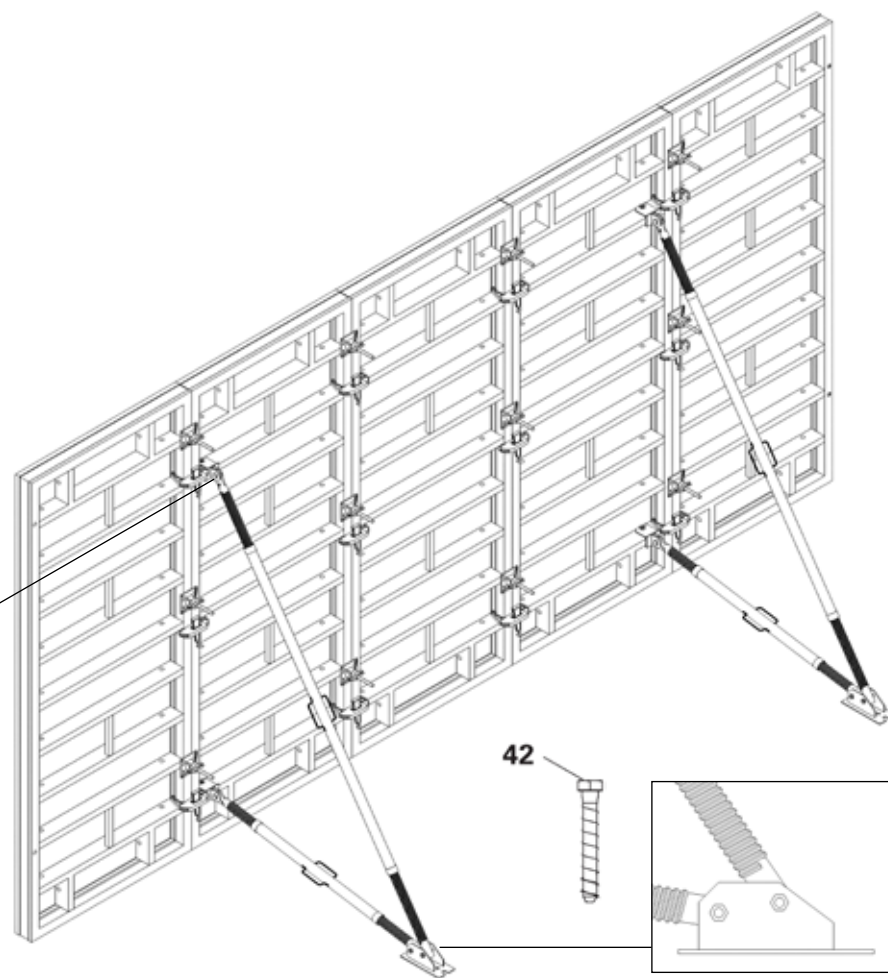

Рис. 18
1. Закрепить подкос или распорку к адаптеру (41) с помощью болта M16×40. (Рис. 18)